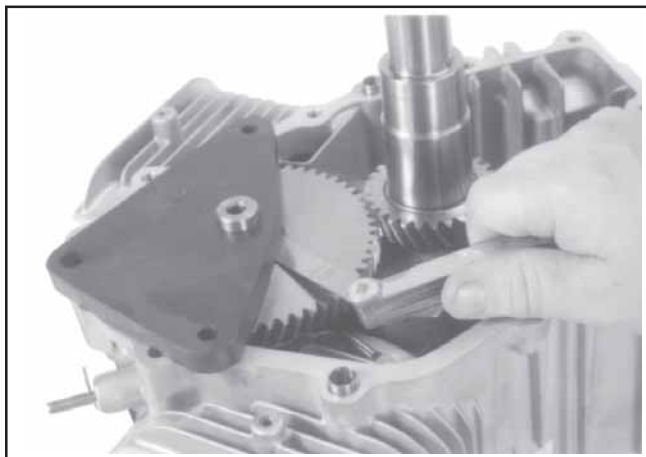

Figura 11-14. Controllo del gioco finale dell'albero a camme.
2. Posizionare l'attrezzo di controllo del gioco finale sull'albero a camme. Vedere Figura 11-14.